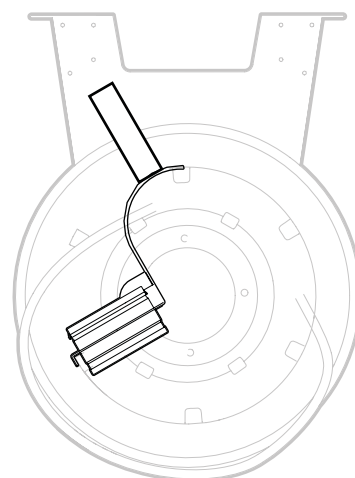
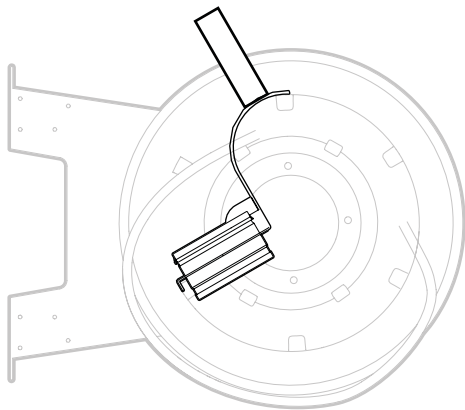

Fig. 8
Fig. 9
4. Fortsätt rulla ut trumman tills inloppet är 1/3 varv innan önskat slutläge. Se Fig. 8 för montering i tak och Fig. 9 för montering på vägg/golv.